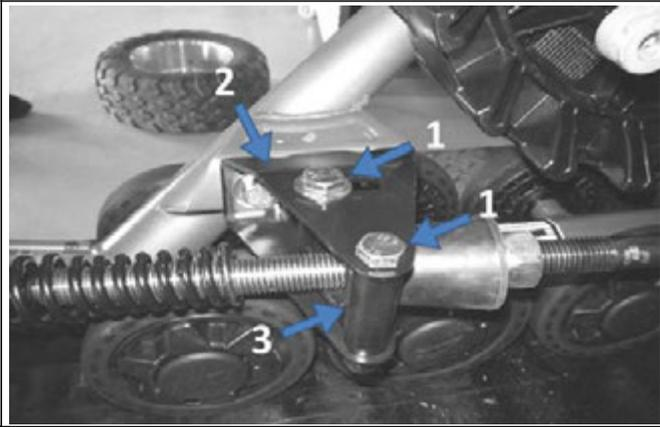

Рис.9
- Ослабить два болта (поз.1) крепления **кронштейна** противовращения (поз.2), чтобы **стопор** (поз.3) противовращения можно было **поворачивать** на оси (см. Рис. 9).